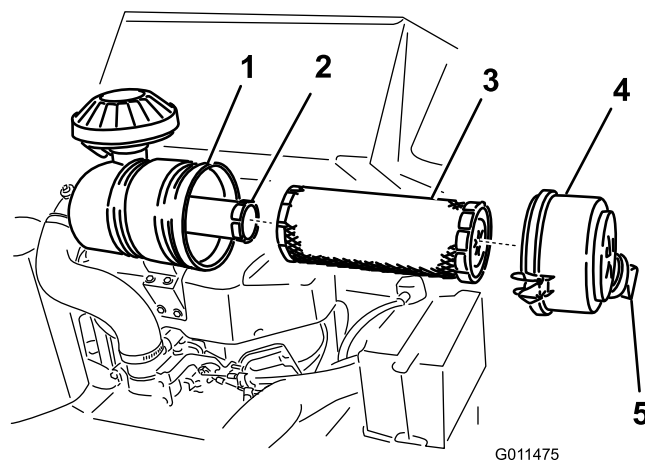

Figura 33
3. Abra los cierres del limpiador de aire y tire de la tapa del limpiador de aire para separarla de la carcasa del limpiador de aire (Figura 33).
1. Extraiga con cuidado el filtro primario del cuerpo del limpiador de aire (Figura 33). Evite golpear el filtro contra el lado de la carcasa.
4. Si va a cambiar el filtro de seguridad, deslice cuidadosamente el filtro nuevo en el cuerpo del filtro (Figura 33).
5. Deslice cuidadosamente el filtro primario por encima del filtro de seguridad (Figura 33). Asegúrese de que está bien asentado empujando sobre el borde exterior del filtro mientras lo instala.
6. Instale la tapa del limpiador de aire con el tapón antipolvo orientado según se muestra en Figura 33, y cierre los enganches.